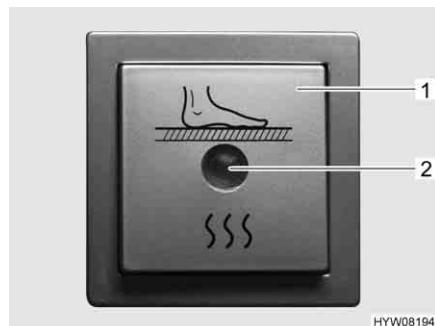

Fig. 115 Interruttore per riscaldamento elettrico del pavimento
■ Premere l'interruttore a bilico (Fig. 115,1). La spia di controllo nell'interruttore (Fig. 115,2) si accende.
Spegnimento: ■ Premere l'interruttore a bilico (Fig. 115,1). La spia di controllo (Fig. 115,2) nell'interruttore si spegne.